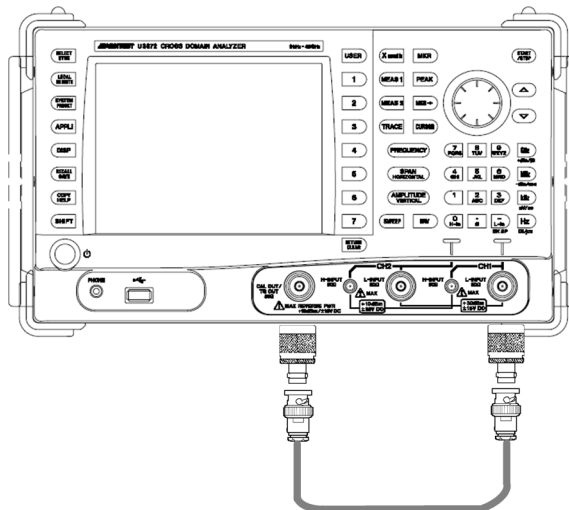

図 3-8 CAL 信号の接続
- 標準付属品の N-BNC アダプタ、入力ケーブル (A01037-300) を使用し、図 3-8 のように接続します。